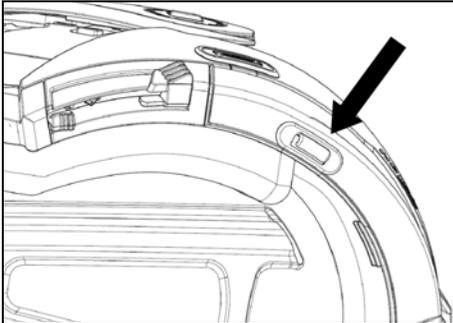

Abb. 6
- Entfernen Sie den Schutzfilm und bringen Sie den Plastikhalterungsclip am Helmrand auf der linken Seite an, indem er wie auf Abb. 6 dargestellt zu liegen kommt.